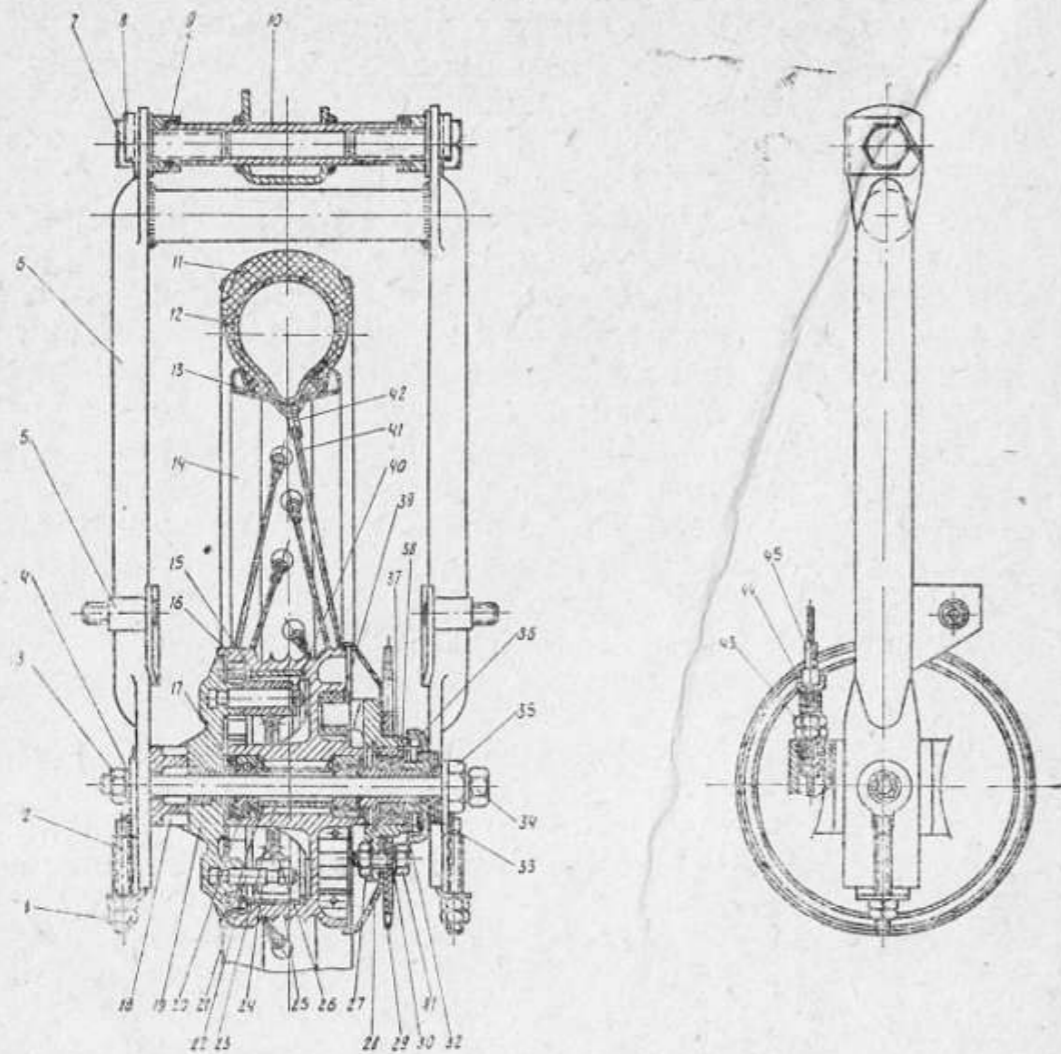

Рис. 12. Колесо заднее с вилкой.
Задняя вилка мопеда (6 рис. 12) сварная, состоит из двух перьев и соединяющего их мостика. С рамой мопеда вилка соединяется с помощью двух болтов (7), вворачиваемых в трубу маятника (10) и стопорящихся стопорными шайбами (8). Положение болтов фиксируется специальными гайками (9).
4. Изношены резиновые амортизаторы заднего колеса. Амортизаторы нужно заменить. Поперечные разрезы заднего и переднего колес представлены соответственно на рис. 12 и 15.
Для снятия заднего колеса необходимо (рис. 12):